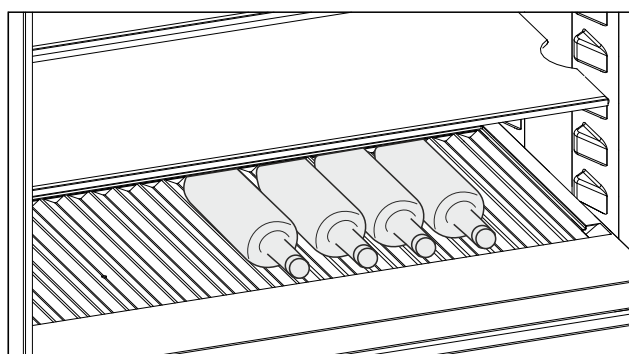

Fig. 207 Ілюстративне зображення
- Помістіть пляшки дном у напрямку до задньої стінки. (див. Fig. 207)